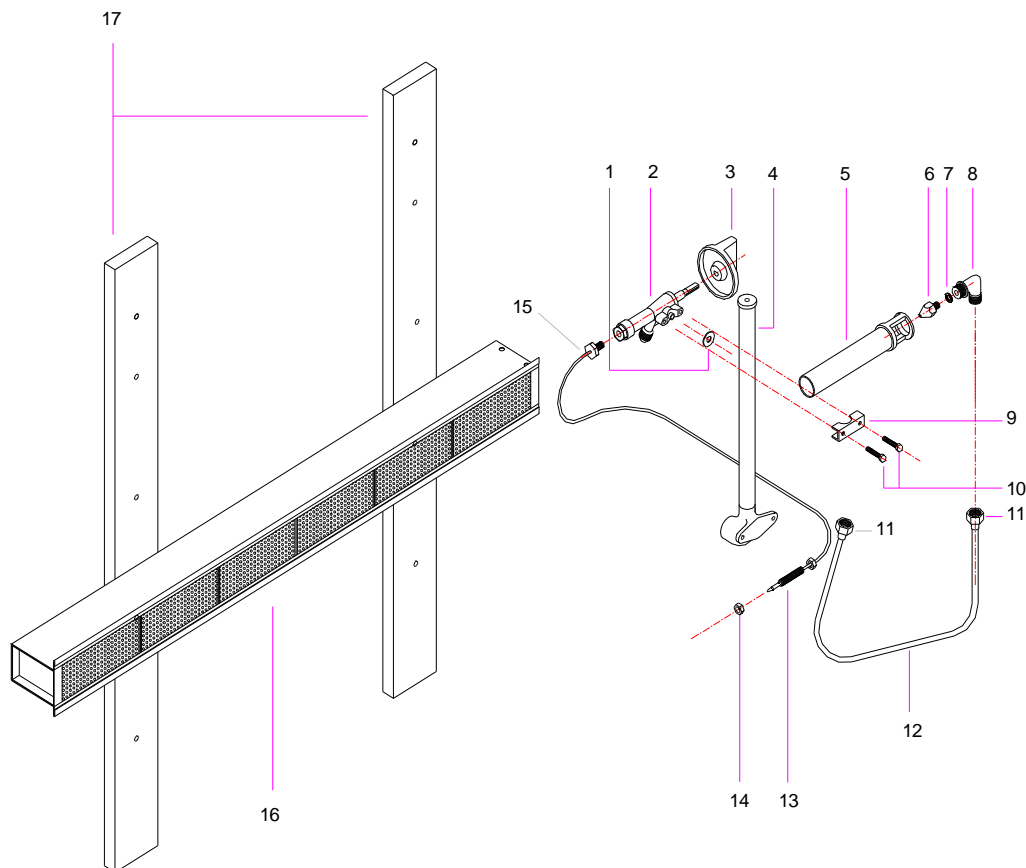

Fig.11
- Retirez le tube 12 et le thermocouple 13 Fig. 11 correspondant à la valvule du brûleur que vous voulez changer en retirant les écrous 11 et 14.